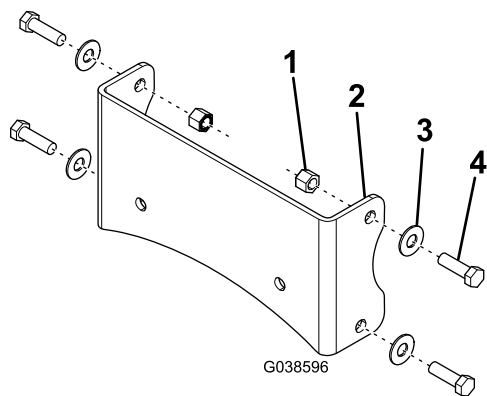

Figure 3
5. Fixez légèrement le support de treuil arrière aux bras triangulés avant à l'aide de 4 boulons (3/8 x 1-1/4 po), 4 rondelles et 4 contre-écrous (3/8 po), comme montré à la Figure 3.